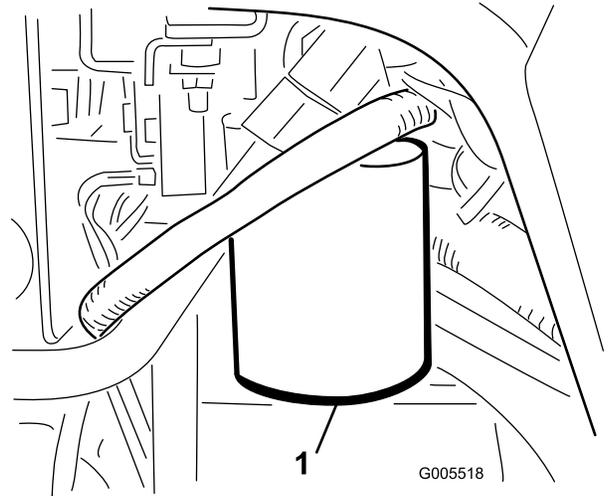

Figura 49
- Pulite la superficie circostante il filtro (Figura 49). Collocate una bacinella di spurgo sotto il filtro e togliete il filtro.